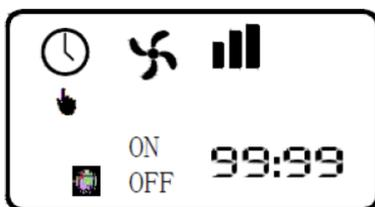

Abbildung 1 Startbildschirm (Timer aktiviert)
- 2.1. Drücken Sie die Ein/Aus-Taste, damit leuchtet das Display auf und Sie gelangen zum Startbildschirm (Abb. 1); drücken Sie dann die Ein/Aus-Taste, um das Display auszuschalten.